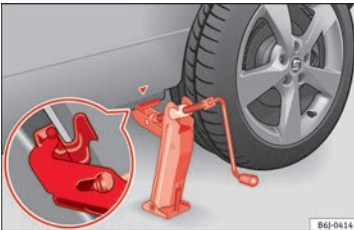

Abb. 66 Wagenheber anbringen
- Richten Sie den Wagenheber so aus, dass sein Aufnahmehorn in den dafür vorgesehenen Steg am Unterholm greift und die bewegliche Grundplatte plan auf dem Boden aufliegt » » Abb. 66.